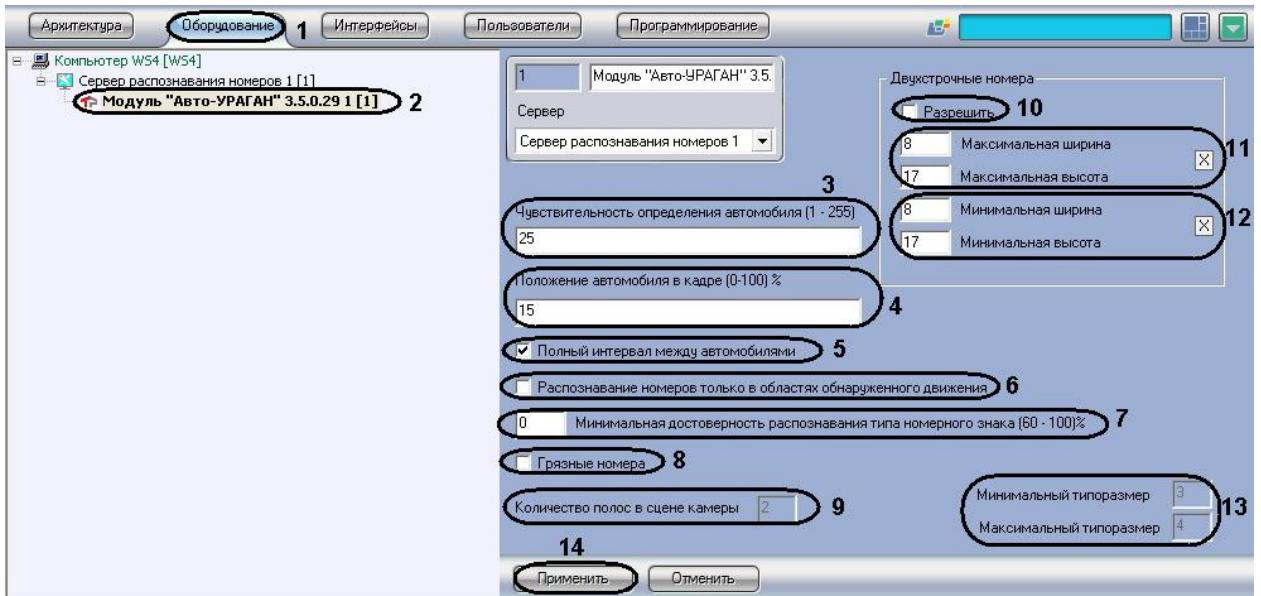

Рис. 7.2—3. Настройка программного модуля «Авто-УРАГАН 3.5.0.29»
1. В диалоговом окне «Настройка системы» перейти на вкладку «Оборудование» (Рис. 7.2—3, 1).
2. В дереве объектов на вкладке «Оборудование» выбрать объект «Модуль „Авто-УРАГАН 3.5.0.29“», соответствующий настраиваемому программному модулю «Авто-УРАГАН 3.5.0.29» (Рис. 7.2—3, 2). В правой части вкладки «Оборудование» отобразится панель настройки выбранного объекта.
3. В поле «Чувствительность определения автомобиля (1-255)» ввести значение чувствительности, которая характеризует чувствительность детектора движения к контрастности видеоизображения (см. Рис. 7.2—3,3). При распознавании модуль "Авто-УРАГАН 3.5.0.29" определяет также габариты ТС. Чем ниже значение параметра, тем чувствительнее детектор. Значение параметра «Чувствительность определения автомобиля» подбирается путем тестирования детектора на ложные срабатывания.
4. В поле «Положение автомобиля в кадре (0-100) %» ввести значение в процентах, отражающее положение автомобиля в выдаваемом кадре (см. Рис. 7.2—3, 4). Данная настройка актуальна только для автомобилей, номера которых не были определены. Если номер не был распознан, модуль выдает в качестве результата кадр, находящийся на заданном расстоянии от кадра с первым появлением автомобиля.